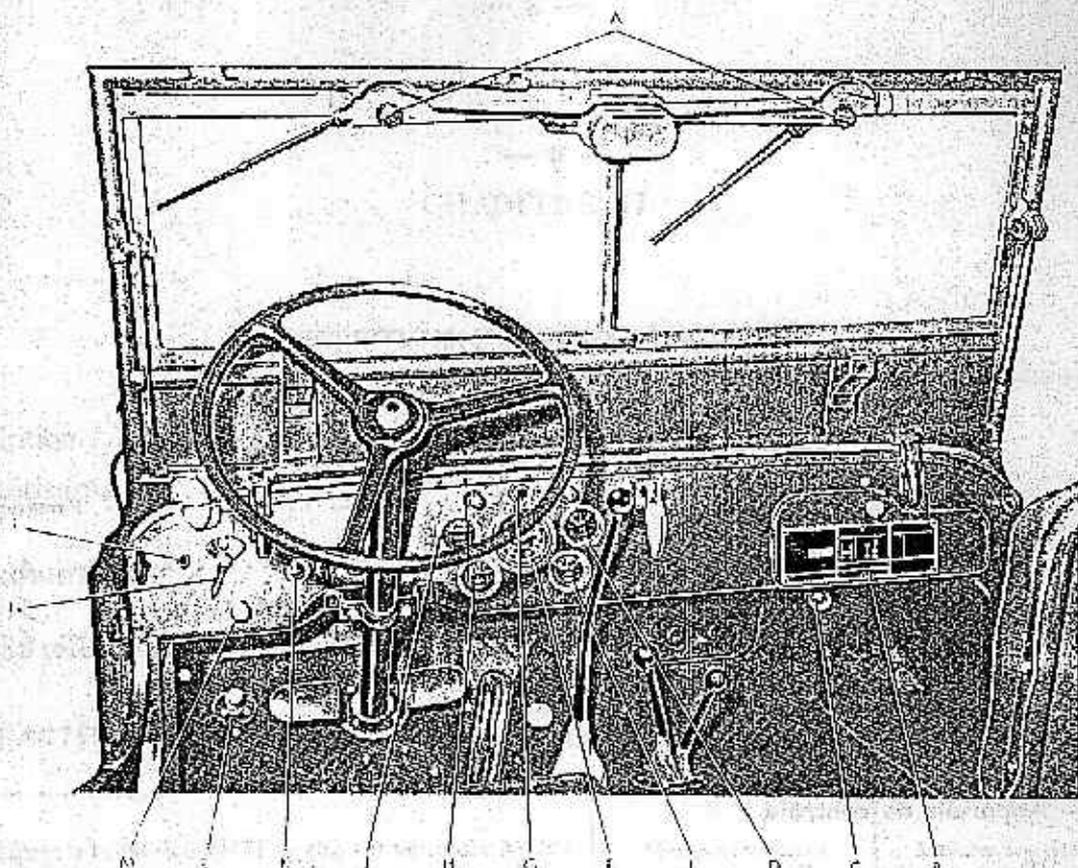

Figure 1. — Appareils de contrôle et commandes.
1) Ampèremètre (fig. 1-D).
2) Jauge de carburant (fig. 1-J).
3) Manomètre d'huile (fig. 1-H).
4) Compteur de vitesse (fig. 1-F).
5) Thermomètre (fig. 1-E).
2) Commutateur principal d'éclairage (fig. 1-N).
3) Commutateur phares-lanternes (fig. 1-M).
4) Commutateur au pied phares-codes (fig. 1-L).
5) Interrupteur d'éclairage du tableau de bord (fig. 1-K).
11) Contacteur de démarreur (fig. 1-G).
12) Interrupteur d'essuie-glace (fig. 1-P).
13) Interrupteur du circuit des batteries (fig. 1-C).